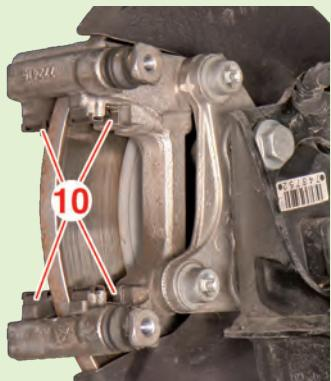

Fig.9
- Déposer les agrafes (10) en repérant leur sens de montage (Fig.9).